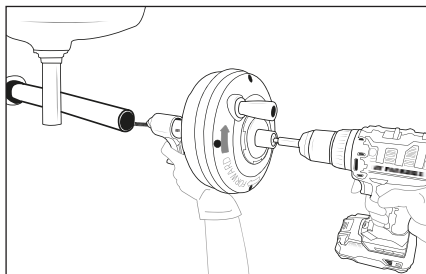

Fig. 3
- 8) Verifique se o aparelho pode ser mantido a uma distância de, no máximo, 10 cm da abertura do ralo. Uma distância superior à abertura do ralo aumenta o risco de a espiral 8 se torcer ou dobrar. Caso a distância seja superior, será necessário prolongar a abertura do ralo com tubos e uniões do mesmo tamanho, de forma que o aparelho possa ser colocado a, no máximo, 10 cm de distância da abertura (ver fig. 3). Se a espiral 8 ficar insuficientemente apoiada, poderá dobrar-se, torcer-se e ficar danificada ou ferir o utilizador.
- 7) Rode o tambor **2** no sentido dos ponteiros do relógio (visível na seta na parte traseira do tambor **2**, ver fig. 3) e pressione o gatilho **6**. Acionando o gatilho **6**, a espiral **8** será introduzida no cano. Também pode avançar e recuar rapidamente a espiral **8**, puxando-a manualmente para fora do tambor **2** ou inserindo-a manualmente no tambor.